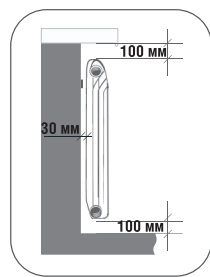

Рис. 1
1. Для максимальной теплоотдачи радиатора необходимо соблюдать минимальные расстояния, указанные на рис.1.